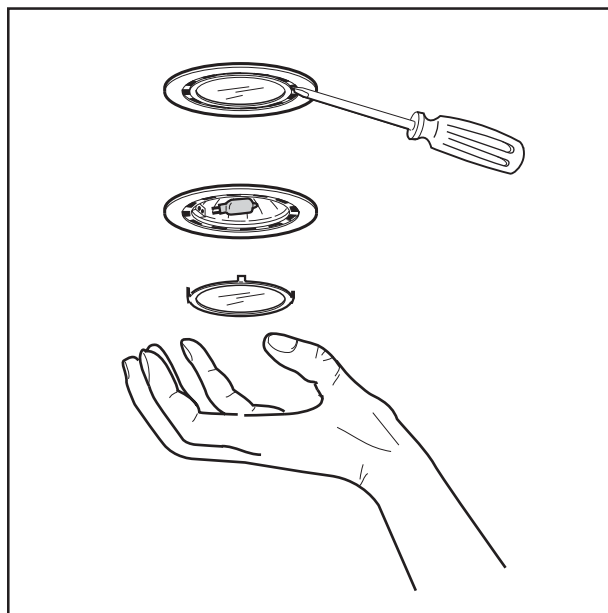

Figura 4
- Utilizando el borde plano de un desarmador o una herramienta similar, afloje la cubierta del lente como se indica en la Figura 4.